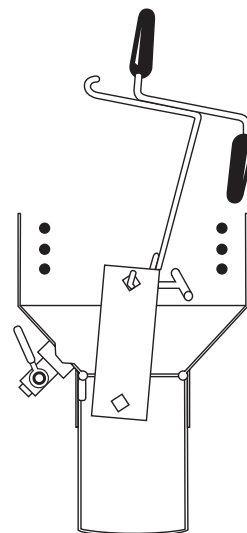

ABBILDUNG 4
8. Führen Sie die Heizplatte mit dem Abtropfhaken für den Frittierkorb in den Auffangbehälter ein (siehe Abbildung 4).